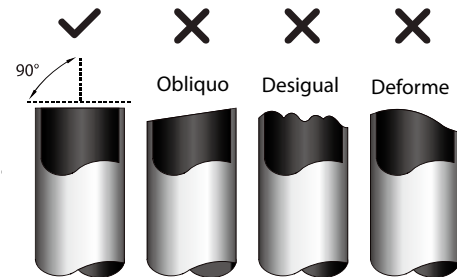

Fig. 7.1
1. Asegúrese que la tubería esté cortada en un ángulo perfecto de 90°. Consulte la Fig. 7.1 para ejemplos de malos cortes.